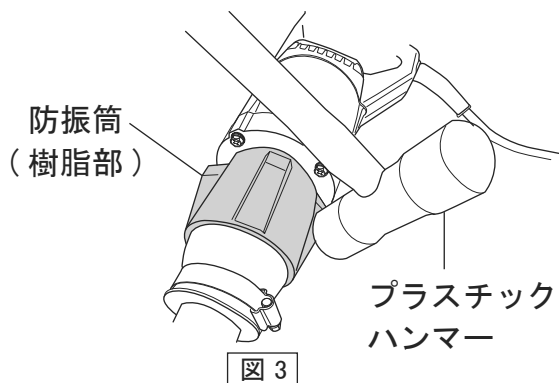

図 3
1. プラスチックハンマーで防振筒の樹脂部をたたき防振筒および振動筒ケースを外す。(図3)
(図3)(防振筒のネジは左ネジです。)